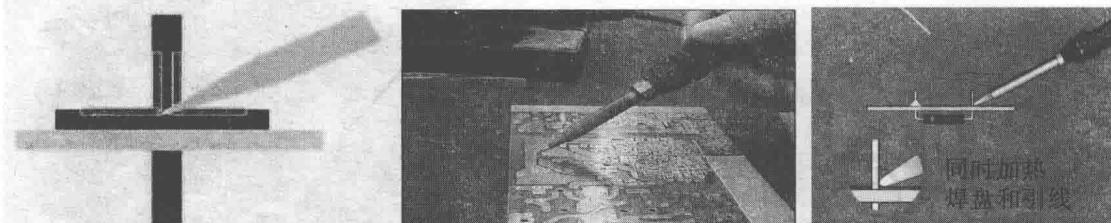

图1.13 第一步对焊盘预热1s
(2) 焊接的步骤:
①准备好焊锡和给烙铁通电,先将烙铁温度调到200~250℃,进行预热,然后根据不同物料,将温度设定在300~380℃之间,用湿海绵对烙铁头做清洁和保养,去除杂质和氧化物。一般直插电子元件,温度设置为(350~370℃);表面贴装器件,温度设置为(330~350℃),特殊物料,温度一般在290℃到310℃之间,焊接大的元件脚,温度不要超过380℃。
②焊盘预热1s:对烙铁头给焊盘和管脚同时预热1s,烙铁头必须同时碰到焊盘和管脚,烙铁头与焊盘呈40°±5°(见图1.13)。